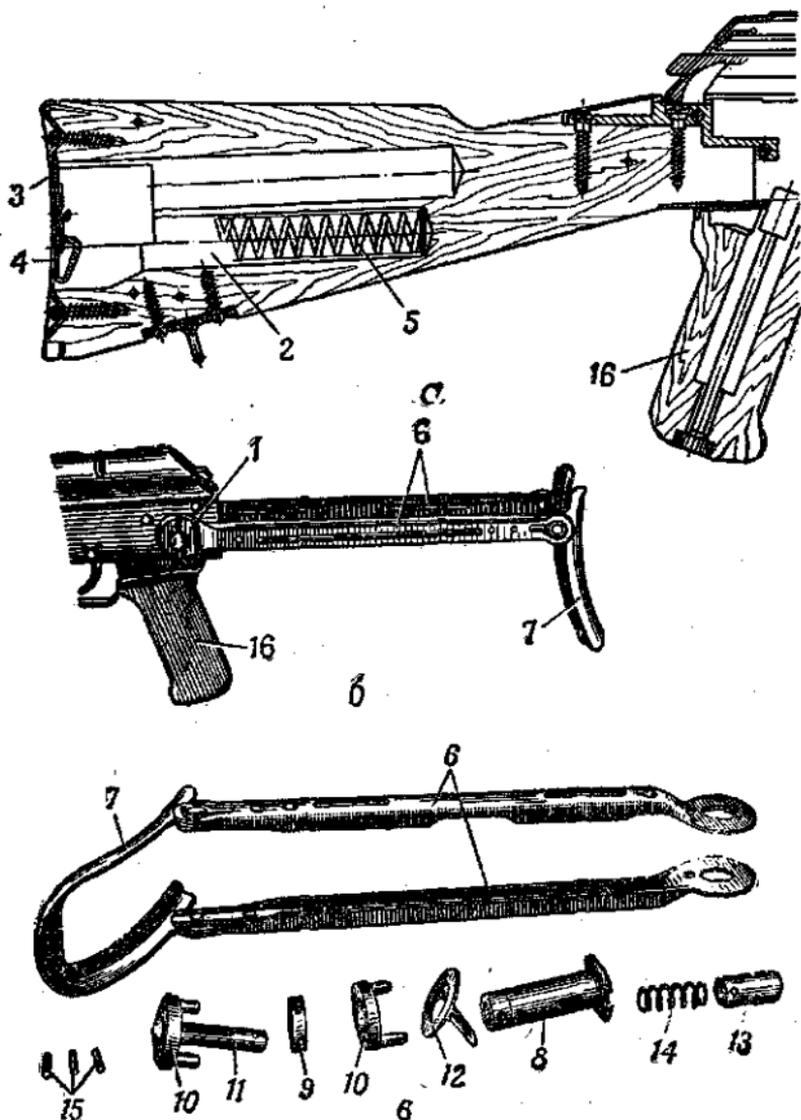

Рис. 30. Приклад и пистолетная рукоятка:
**15. Приклад и пистолетная рукоятка** (рис. 30) служат для удобства действия автоматом.